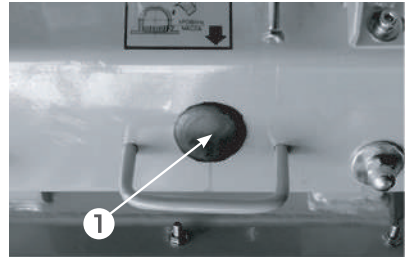

РИС. 18
2. Снимите резиновую заглушку 1 в передней части виброплиты (Рис. 18).